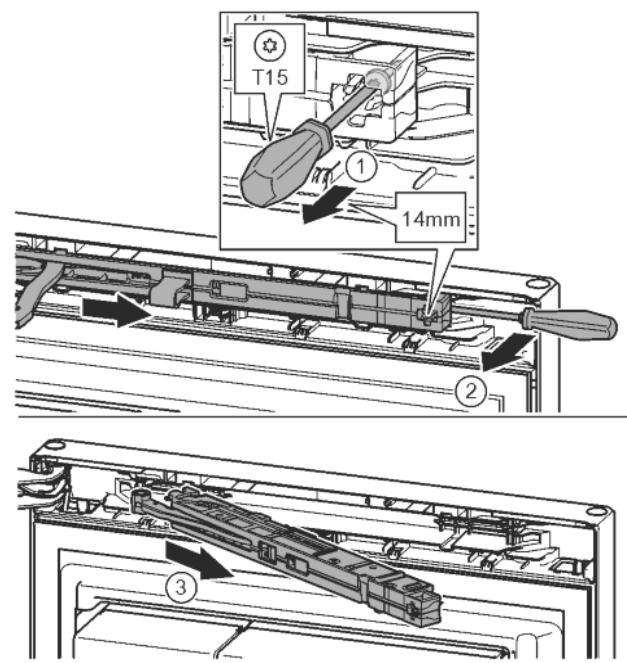

Fig. 15
- Šroub na jednotce tlumiče zavírání povolte šroubovákem T15 o cca 14 mm. Fig. 15 (1)
- Šroubovákem na straně madla zajedte za jednotku tlumiče zavírání a otočte ji dopředu. Fig. 15 (2)
- Vytáhněte jednotku tlumiče zavírání. Fig. 15 (3)